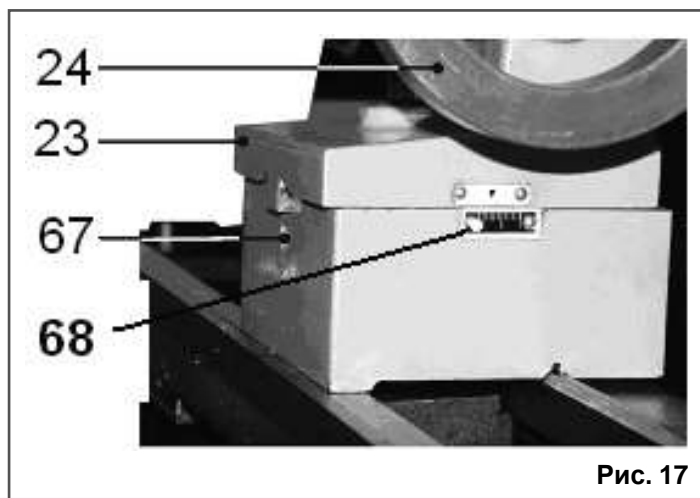

Рис. 17
10.3.8. Конусное точение в центрах можно выполнить, смещая заднюю бабку (23), как показано на Рис 17. Два винта (67) служат для фиксации задней бабки (23) в установленном положении, Рис. 17. Размер смещения контролируется по шкале (68).